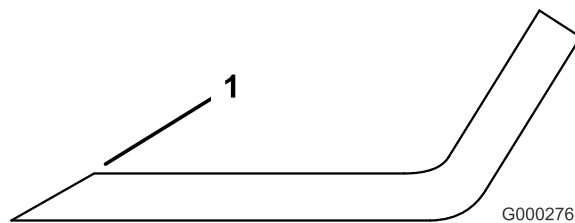

Figure 71
1. Aiguissez le tranchant à chaque extrémité de la lame (Figure 71). Veillez à conserver l'angle de coupe d'origine. Limez la même quantité de métal sur chacun des deux tranchants pour ne pas déséquilibrer la lame.